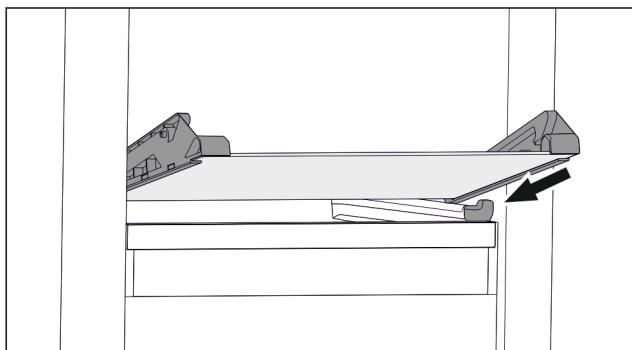

Fig. 71 Skleněná deska odklápací zásuvky
- Nasadte skleněnou desku šikmo za zarážky. (viz Fig. 71)